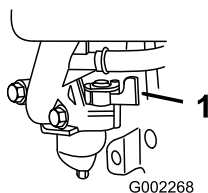

Figura 13
2. Abra la válvula de combustible moviendo la palanca a la **derecha** (Figura 13)